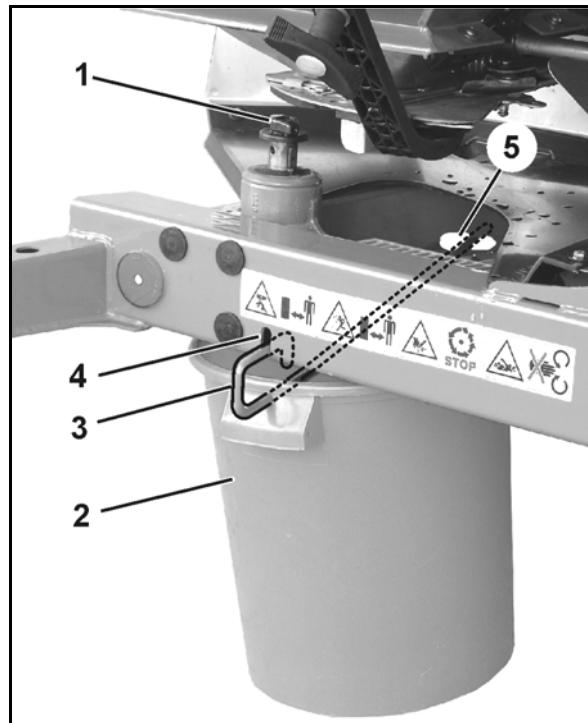

图 40
- 2.1 旋出固定撒肥盘的翼形螺栓 (图 40/1) 并从齿轮箱轴上拔下撒肥盘。
3. 在插口 (图 40/4 和 图 40/5) 中用钩杆 (图 40/3) 将收集容器 (图 40/2) 挂在框架上。